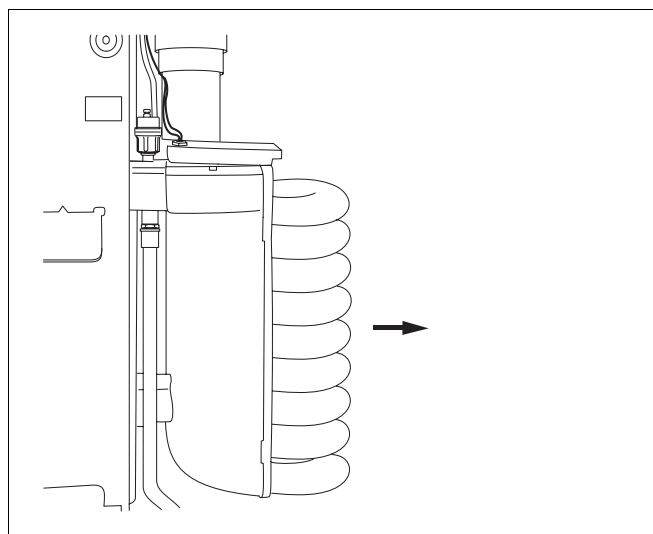

Abb. 49 Wärmetauscher herausziehen
- Wärmetauscher nach vorne herausziehen. Restwasser des Wärmetauschers in Kondenswanne entleeren (Abb. 49).